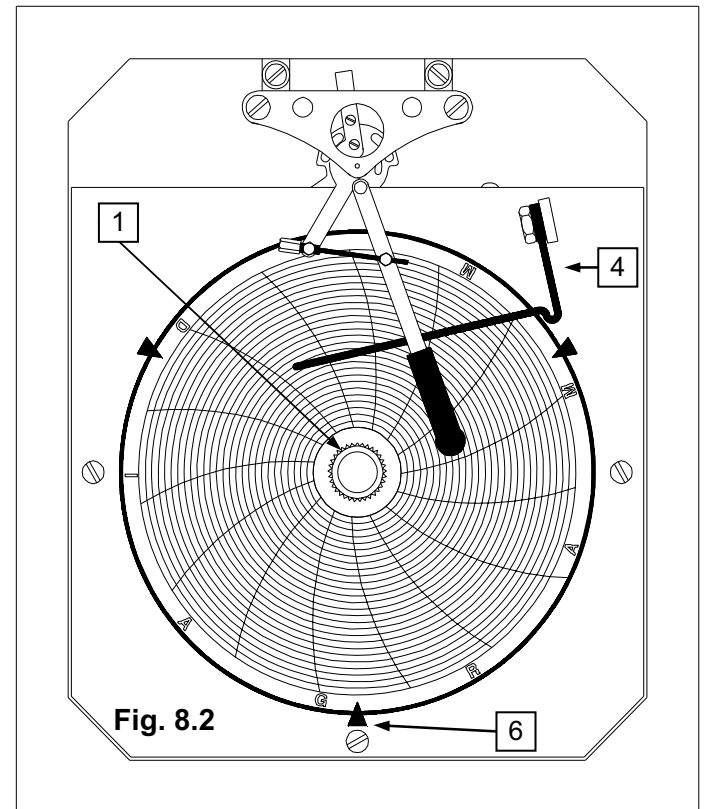

Fig. 8.2
Ruotare la ghiera zigrinata (1) (vedi Fig. 8.2) in senso antiorario sino alla completa carica.
Turn the knurled knob (1) counterclockwise until the unit has completely been charged (see Fig. 8.2).
### 8.2) Sostituzione disco diagrammale orologio a carica meccanica (vedi fig.8.2)
### 8.3) Sostituzione disco diagrammale orologio elettrico (vedi fig.8.2)
### 8.2) Chart disk replacement: spring tightened clock (see Fig.8.2)
### 8.3) Chart disc replacement: electrical clock (see Fig.8.2)